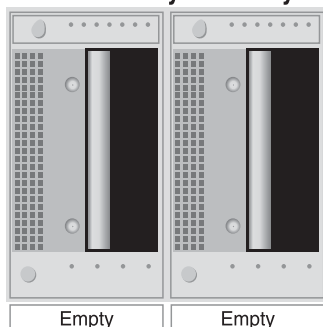

Figure 67 Écran d'état
3. Cliquez sur la librairie pour accéder à l'écran **Status** (État) (reportez-vous à la Figure 67).